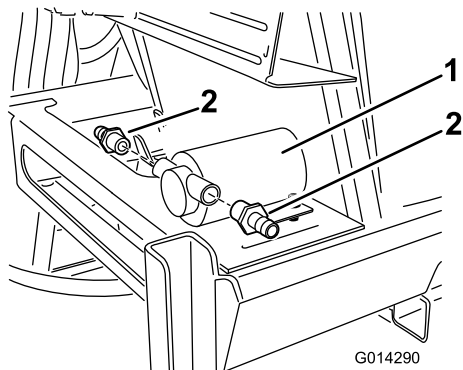

図 20
3. 付属部品の中からホース用のストレート・フィッティング（先がバーブ（鋸歯形状）のコネクタ）を探し出す。これらのフィッティングをポンプの給水口と吐出口に取り付ける（図 20）。